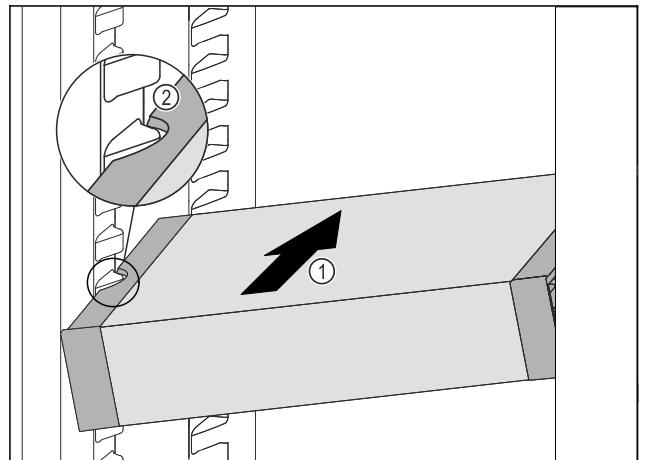

Fig. 86
- Inserire VarioSafe ad angolo nel vano frigorifero Fig. 86 (1), fino a quando le cavità laterali Fig. 86 (2) di VarioSafe non si trovano al livello della nervatura del contenitore nel vano frigorifero.